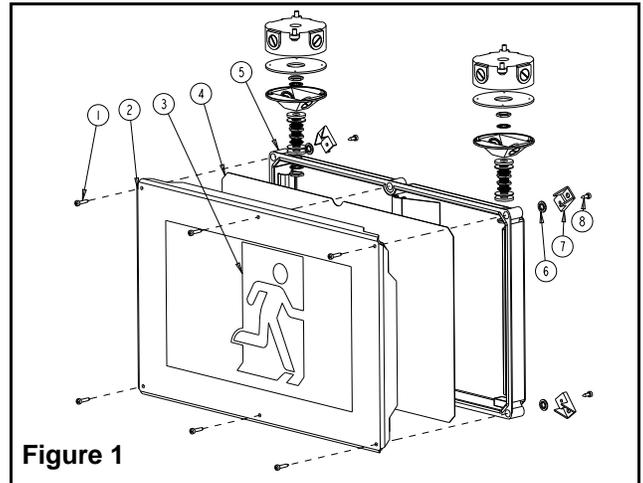

Figure 1
2. Installer les quatre supports de montage(7) au boîtier voir fig.1). Utiliser les rondelles en plastique(6) entre le cadre et le support et serrer le tout à l'aide de vis 10-32 x 3/8 po